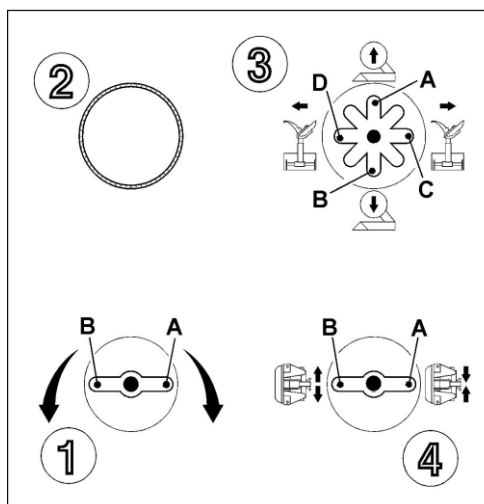
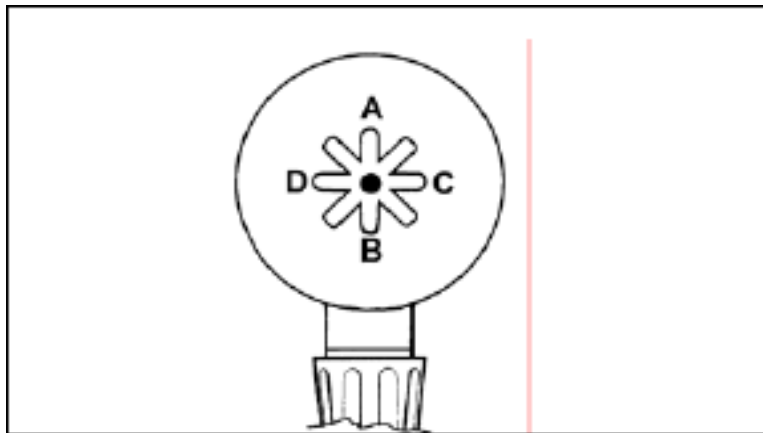

Рис.10
Рис.11
3. ТОЛЬКО ДЛЯ МОДЕЛЕЙ С ПОДВИЖНЫМ РЫЧАГОМ (BOXER KING 2600L): Установите переключатель (№1 Рис.10) в положение **А**: патрон начнёт вращаться по часовой стрелке. Установите переключатель в положение **В**: патрон будет вращаться против часовой стрелки.
4. Установите переключатель (№3 Рис.10 или Рис.11) в положение **А**: опорный рычаг поднимется вверх. Установите переключатель в положение **В**: рычаг опустится вниз.
5. Установите переключатель (№3 Рис.10 или Рис.11) в положение **С**: каретка переместится вправо. Установите переключатель в положение **Д**: каретка переместится влево.